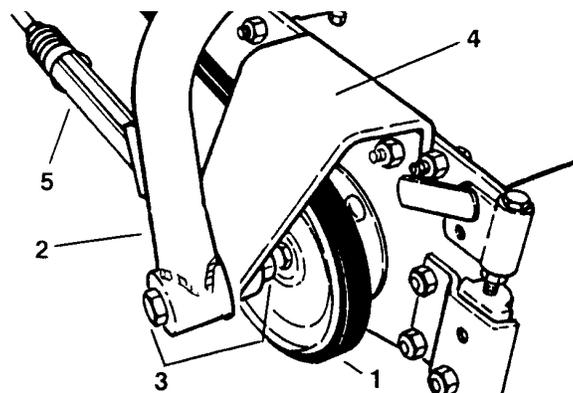

Fig. 46
- Infilare (3) cinghie trapezoidali (due in parti allentate) attorno alle pulegge dell'albero portante e alle pulegge del cilindro (Fig. 46).
1. Dal lato puleggia degli apparati di taglio anteriori e su entrambe le estremità dell'unità di taglio posteriore togliere il dado dal bullone che fissa il telaio portante alla staffa tendicinghia (Fig. 46).
1. Dal lato puleggia degli apparati di taglio anteriori e su entrambe le estremità dell'apparato di taglio posteriore montare una rondella, un distanziale, l'asta tendicinghia con distanziale su vite mordente (Fig. 46).